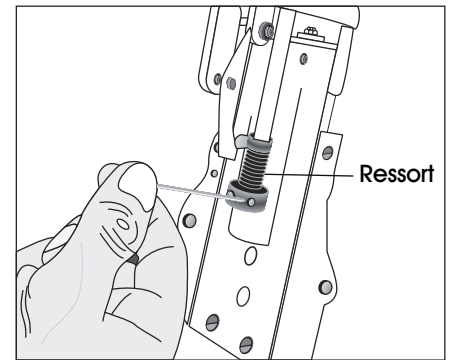

Figure 33
5. Desserrez le collet en retirant le ressort à l'aide d'une clé Allen 3 mm. (Voir Figure 33)